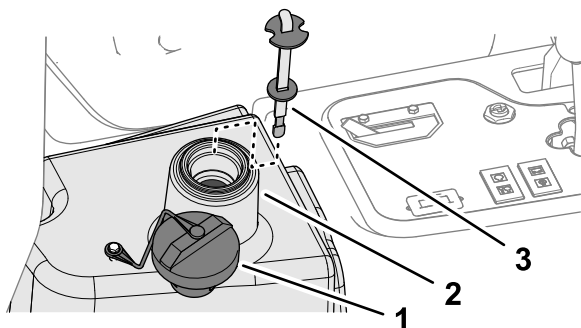

Figura 84
2. Limpe a área ao redor do bocal de enchimento e da tampa do reservatório de fluido hidráulico (Figura 84) e retire a tampa.